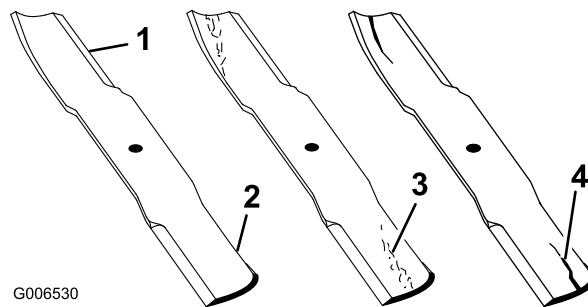

Figure 96
1. Examinez le tranchant des lames (Figure 96). Si les lames sont émoussées ou présentent des indentations, déposez-les et aiguisiez-les. Reportez-vous à Affûtage des lames (page 67).
2. Inspectez les lames, surtout la partie relevée (Figure 96). Remplacez immédiatement toute lame endommagée, usée ou qui présente une entaille (Figure 96).